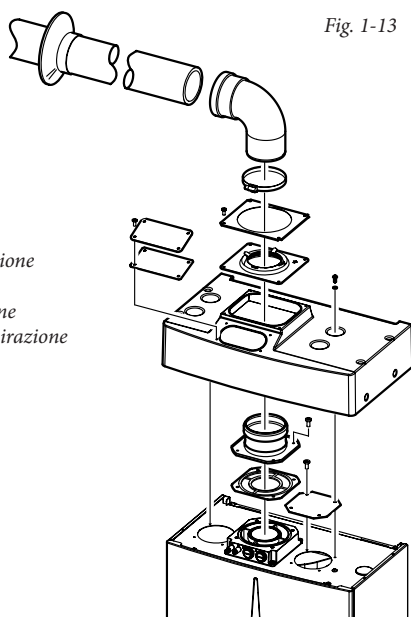

Fig. 1-13
• **Montaggio kit copertura (Fig. 1-13).** Smontare dai fori laterali rispetto a quello centrale i due tappi e le guarnizioni presenti, quindi coprire il foro di aspirazione destro con l'apposita piastra fissandolo sul lato sinistro con 2 delle viti precedentemente smontate. Installare la flangia Ø 80 di scarico sul foro più interno della caldaia interponendo la guarnizione presente nel kit e serrare con le viti in dotazione. Installare la copertura superiore fissandola con le 4 viti presenti nel kit interponendo le relative guarnizioni. Innestare la curva 90° Ø 80 con lato maschio (liscio), nel lato femmina (con guarnizioni a labbro) della flangia Ø 80 sino a portarla in battuta, infilare la guarnizione facendola scorrere lungo la curva, fissarla tramite la piastra in lamiera e stringere mediante la fascetta presente nel kit facendo attenzione di fermare le 4 linguette della guarnizione.